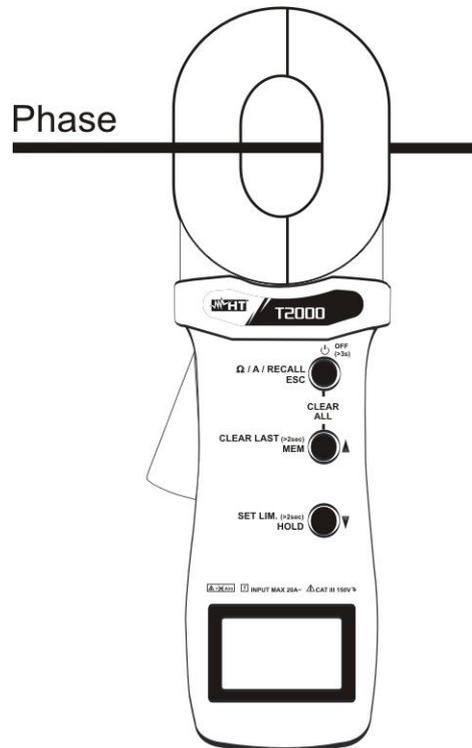

Fig. 20: Medição de correntes CA
3. Abrir o toroide, inserir o cabo a medir (ver Fig. 20) e ler o resultado no display.